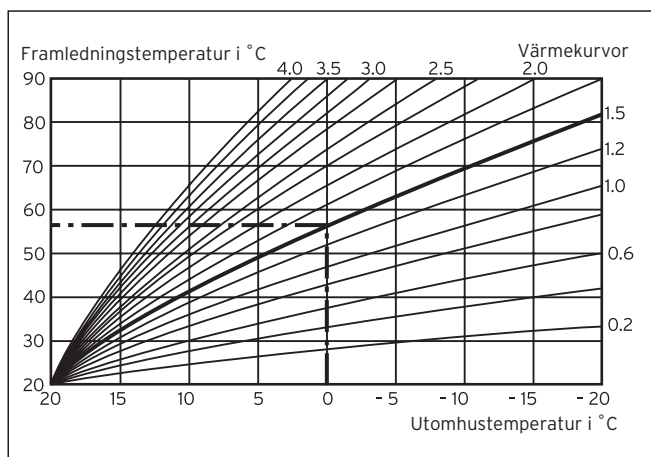

Bild 4.15 Diagram med värmekurvor för en rum-börtemperatur på 20 °C
Förhållandet mellan utomhustemperaturen och den framledningvärme som behövs visas i ett diagram med olika värme-kurvor (se bild 4.15). Varje värmekurva (från 0.2 - 4.0) indikerar för respektive utomhustemperatur (vågrät diagramaxel) ett värde för framledningvärme-temperaturen (lodrät diagram-axel).
- ⇒ Vrid på höger inställare tills önskat värde visas (värdet från 0.2 till 4.0 är möjliga, se bild 4.15).